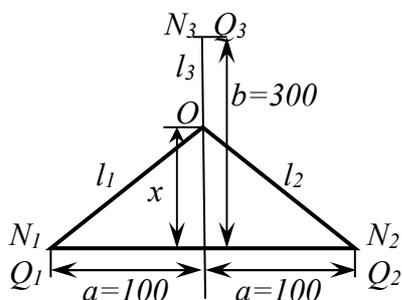

Рис. 8.1. Схема для расчета месторасположения бетонной установки
3.25. Найти наиболее выгодное место расположения центральной бетонной установки, обслуживающей на площадке 3 объекта. Два из них расположены на одной линии на расстоянии друг от друга 200 м и потребляют одинаковое количество бетона – по 400 м³, а третий, потребляющий 600 м³, находится посередине между ними, но расположен в глубине на расстоянии 300 м от красной линии (рис. 8.1).